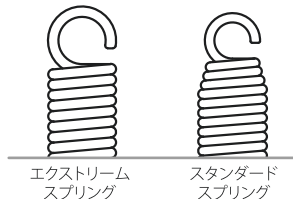

図11
- ・ 付属のスタンダードスプリングとエクストリームスプリングでは形状が異なります。交換の際はご注意ください (図11)。